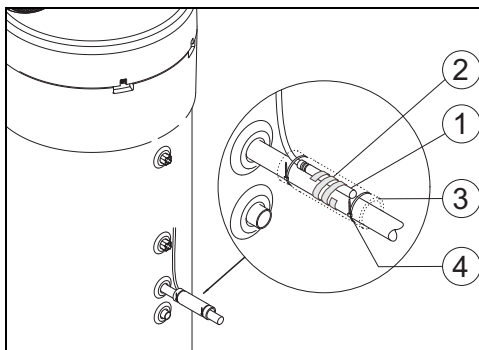

Fig. 8
- ▶ Colocar o sensor NTC do acessório (Fig. 8, [1]) conforme indicado na Fig. 8.
- ▶ Fixar o sensor NTC ao tubo de água com a espiral plástica fornecida (Fig. 8, [2]).
- ▶ Colocar o isolamento (Fig. 8, [3]) em volta do sensor.
- ▶ Fixar o isolamento com as 2 abraçadeiras (Fig. 8, [4]) fornecidas.